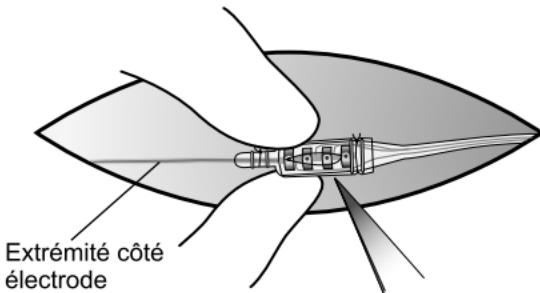

Figure 15. Coupez la ligature et le capuchon de protection du connecteur pour dégager les vis de fixation.
4. Coupez la ligature distale sur l'extrémité côté électrode de la connexion. Coupez ensuite le capuchon de protection du connecteur au-dessus des vis de fixation afin de les dégager (Figure 15).